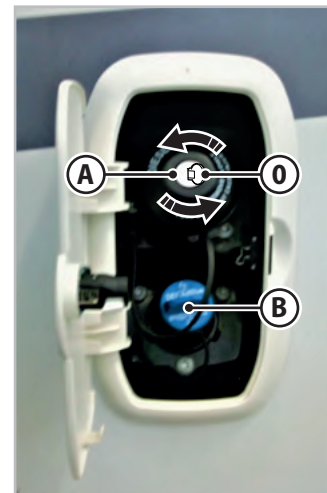
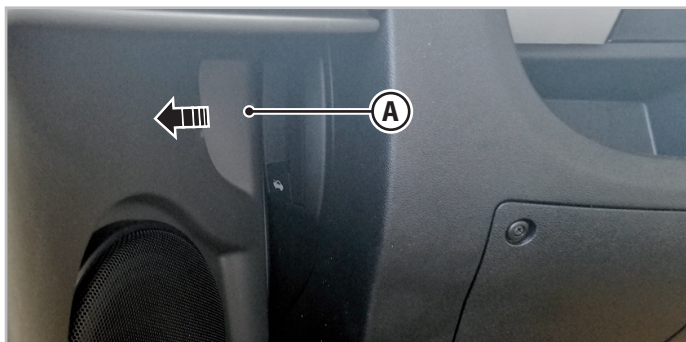

Fig. 5.7 - Tappo carburante
Fig. 5.8 - Leva di apertura cofano - Tipo A
Per aprire il tappo carburante (Fig. 5.7):
Per chiudere il tappo carburante (Fig. 5.7):
Per aprire il tappo (**B** - Fig.5.7) dell'additivo AD-BLUE, ruotare il tappo in senso antiorario ed estrarlo. Procedere quindi con il rifornimento. Effettuare l'operazione inversa per la sua chiusura.
1. Tirare nel senso della freccia la leva **A** (Fig.5.7 e Fig.5.8, varia in base al tipo di veicolo), posta a sinistra del piantone di guida.